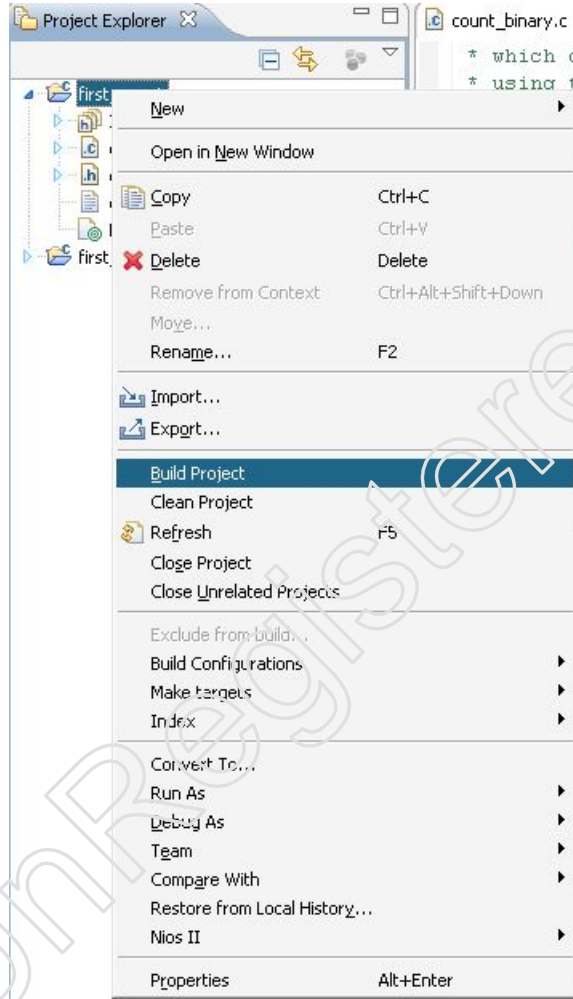

图 3.41 编译工程
1. 如图 3.41 所示，右键点击 first_swprj 的 Build Project 选项进行软件工程编译。因为我们采用的是模板工程，因此软件程序都是编写好的，是可以直接驱动我们的 8 个 LED 外设进行跑马灯演示。感兴趣的朋友可以展开 first_swprj 的工程目录，打开 count_binary.c 进行查看。